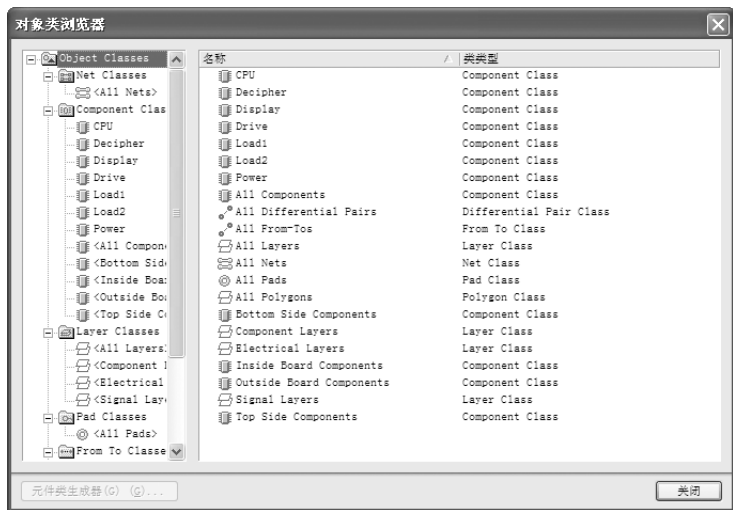

图 15-53 “对象类浏览器”对话框
1) 选择菜单栏中的“设计”→“类”命令, 系统将弹出如图 15-53 所示的“对象类浏览器”对话框。